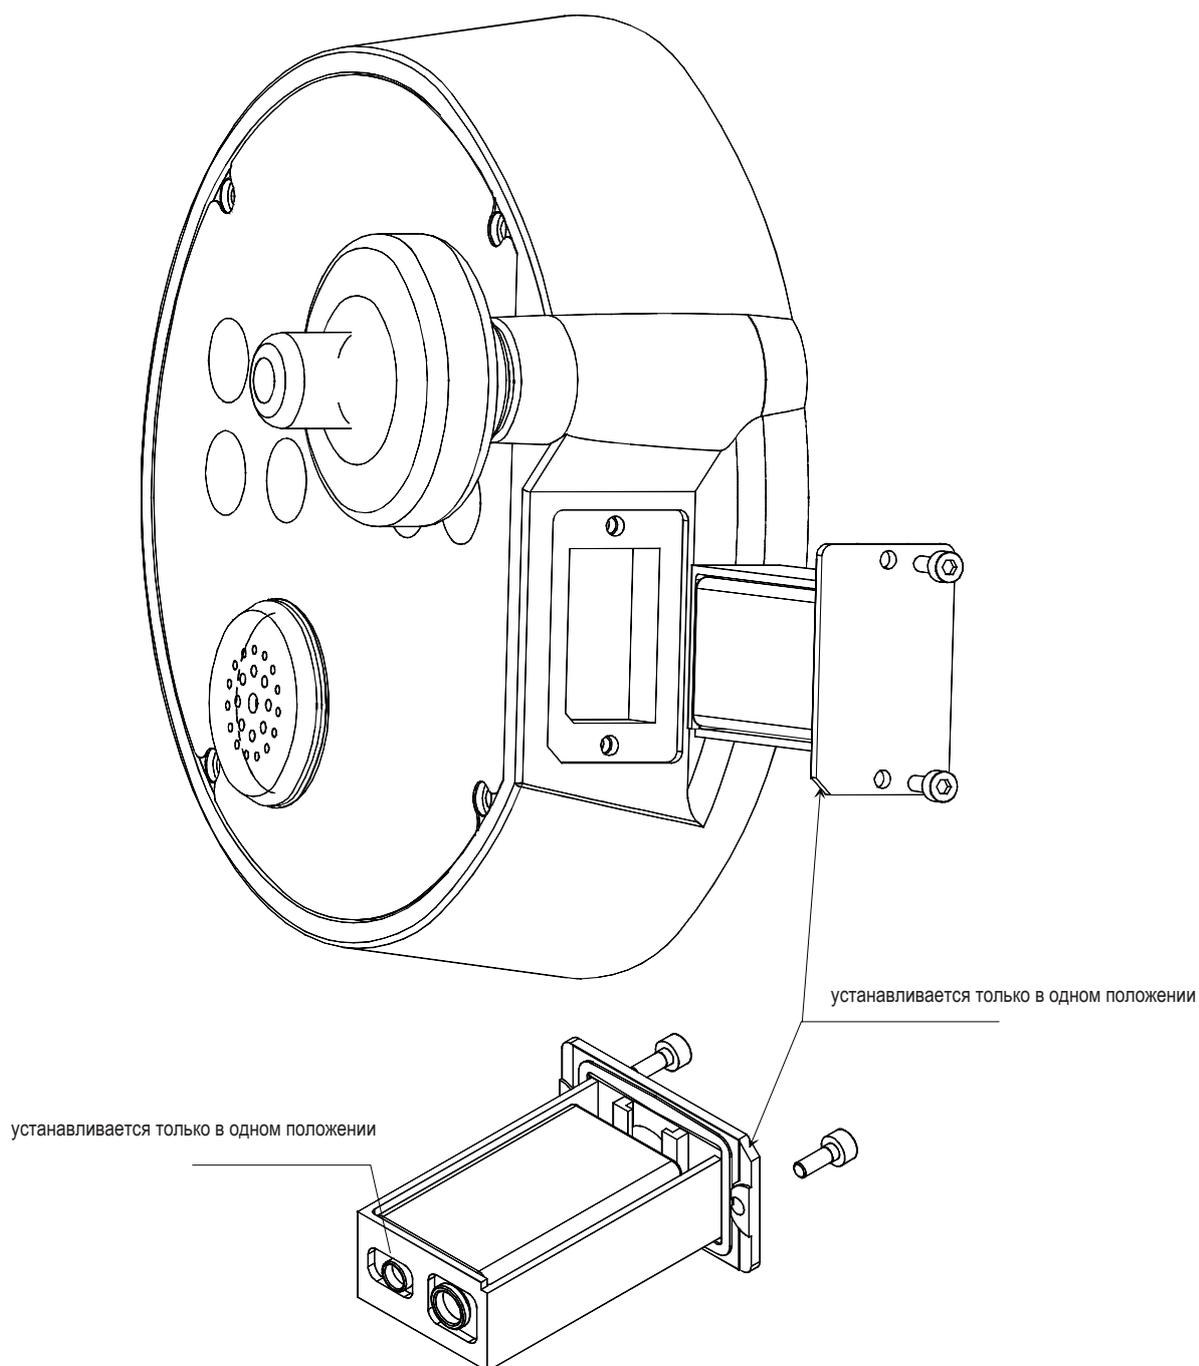

Рис. 10-4
• Открутите 2 винта на держателе батареи, используя торцевой ключ 2,5 мм, находящийся в футляре для переноски. См. рис. 10-4.
• Замените батарею (установить можно только в одном положении). См. рис. 10-4.
- Закрепите держатель батареи 2 винтами (А), показанными на рисунке 10-11. См. рисунок 10-4 на стр. 40.